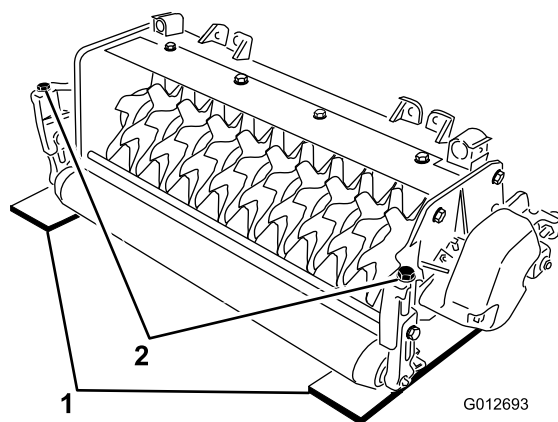

Figura 4
de los rodillos delantero y trasero del molinete de verticorte (en cada extremo del molinete) (Figura 4).
3. Gire el perno de ajuste de cada soporte de altura de corte (Figura 4) hasta que las cuchillas toquen la superficie nivelada en cada extremo del molinete.